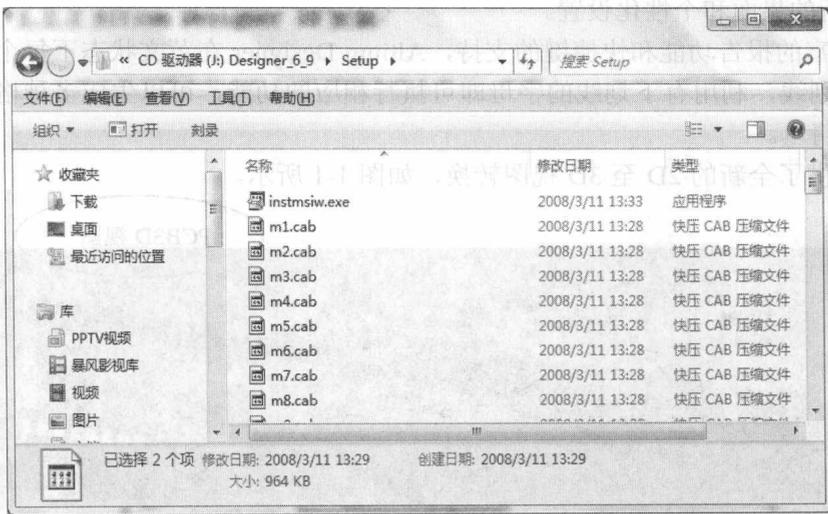
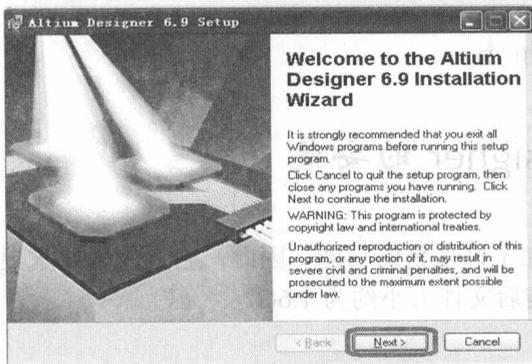

图 1-2 安装文件
图 1-3 安装向导
(1) 首先在电脑光驱中放入 CD 正版安装光盘 → 打开 Setup 文件(见图 1-2) → 运行该文件夹里的文件 Setup.exe 即出现图 1-3 所示界面 → 点击【Next】。